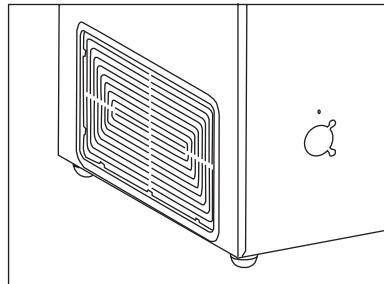

fig. 3
**VIKTIG!** Det må være fri adgang til ventilasjonsristen (fig. 3).